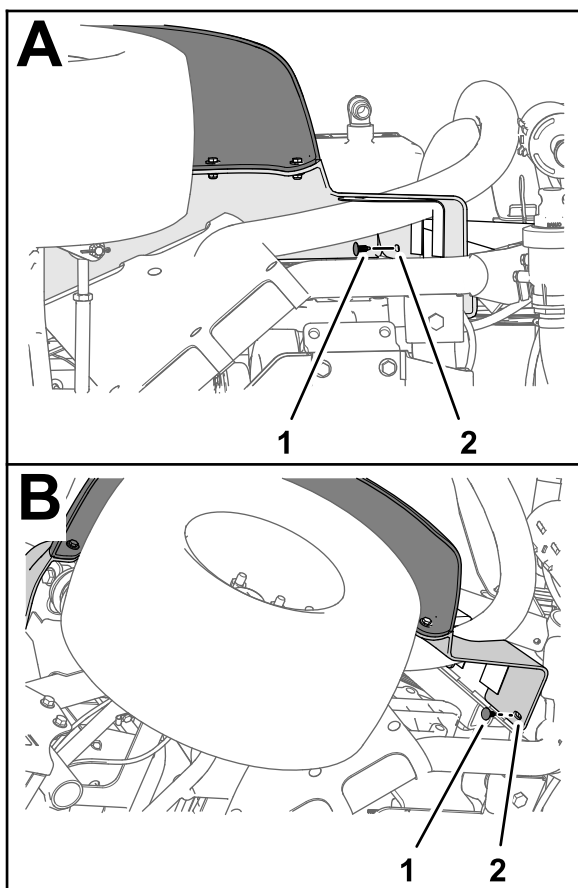

図 218
5. 押し込みファスナー2個を使って、フェンダをフレームチャンネルに固定する図 218。